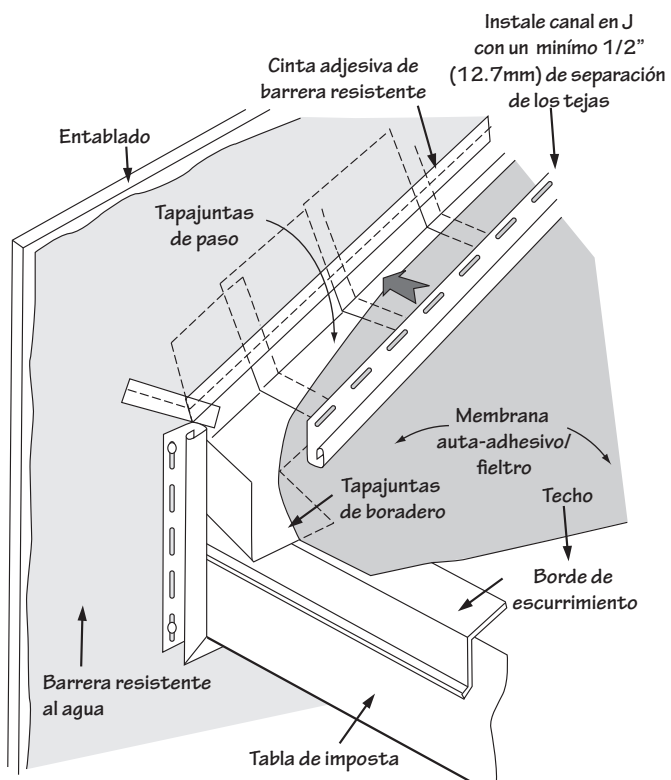

Figura 44.
- Como alternativa a la desviación, forme un “botadero” con tapajuntas metálico, como se muestra en la Figura 44.
NOTA: El “tapajuntas de botadero” (Figura 44) es una tira adicional de tapajuntas que sobresale del borde de la tabla de imposta que se requiere en algunas zonas de clima frío.